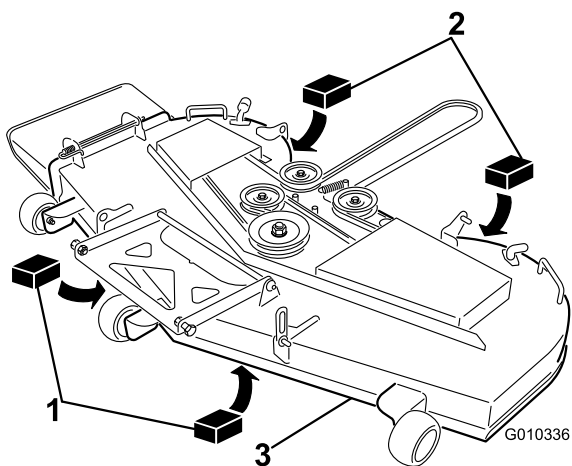

**Figure 63**
3. Faites pivoter les lames avec précaution pour faire passer les pointes avant à l'arrière (Figure 63).
4. Mesurez la distance entre la pointe de la lame avant et la pointe de la lame arrière par rapport à la surface plane (Figure 63). Si la pointe avant de la lame n'est pas de 1,6 à 7,9 mm plus basse que la pointe arrière, poursuivez la procédure de mise à niveau du plateau de coupe.